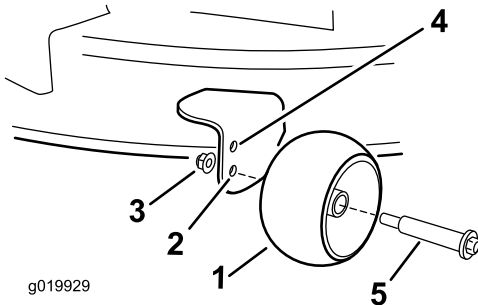

Figura 26
- Taladro superior – utilice esta posición cuando la carcasa de corte está en la posición de altura de corte de 63 mm (2½") o menos (Figura 26).
- Taladro inferior – utilice esta posición cuando la carcasa de corte está en la posición de altura de corte de 76 mm (3") o más (Figura 26).